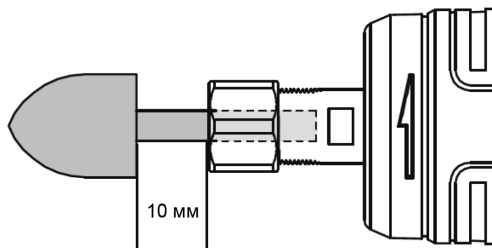

Рис. 3
- Устанавливайте насадку так, чтобы расстояние от цанговой гайки до рабочей части насадки не превышало 10 мм. Превышение этого расстояния может привести к вибрации или поломке вала (Рис. 3).